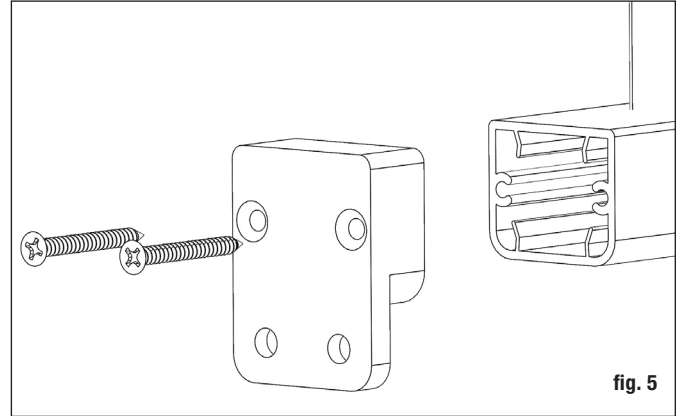

fig. 5
Paso 3 Coloque los soportes inferiores en los extremos de los rieles. Fije los soportes a los rieles con un tornillo fijado a través de la parte posterior del soporte en cada saliente de tornillo interno (fig. 5).